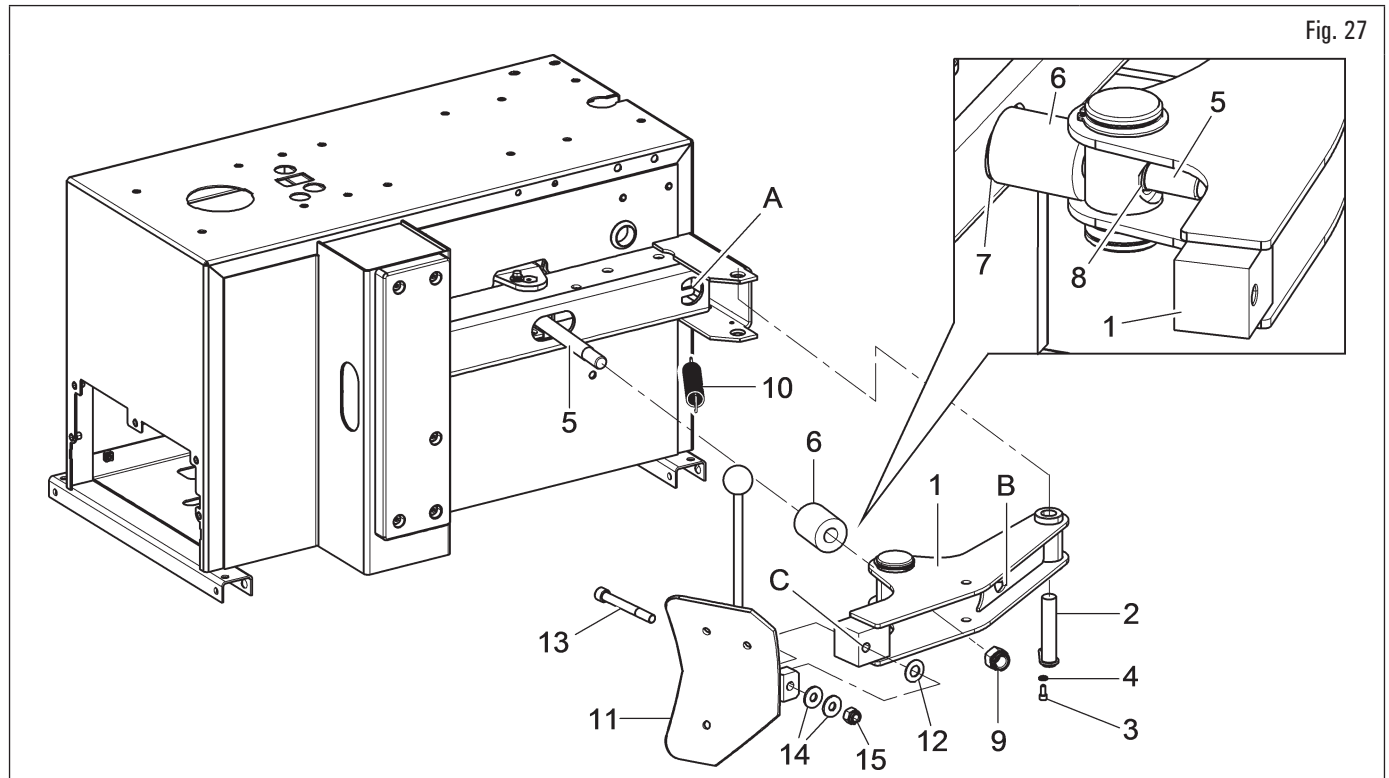

Fig. 27
1. Introduire l'extrémité du bras décolle-pneus (Fig. 27 réf. 1) dans la partie en saillie du châssis; introduire le goujon (Fig. 27 réf. 2). Bloquer le goujon au moyen de la vis (Fig. 27 réf. 3) et de la rondelle (Fig. 27 réf. 4) ;
2. insérer sur la tige (Fig. 27 réf. 5) le tampon (Fig. 27 réf. 6), en l'amenant en butée contre le châssis, au niveau de la fente (Fig. 27 réf. 7). Introduire la tige dans le trou approprié (Fig. 27 réf. 8) présent sur le bras décolle-pneus (Fig. 27 réf. 1) donc visser l'écrou auto-bloquant (Fig. 27 réf. 9) ;
3. monter le ressort (Fig. 27 réf. 10), en accrochant les extrémités dans les points (Fig. 27 réf. A) (sur le châssis) et Fig. 27 réf. B) (sur le bras) ;
4. positionner la palette (Fig. 27 réf. 11) en face de l'extrémité du bras décolle-pneus ; introduire dans le point (Fig. 27 réf. C) le ressort à godet (Fig. 27 réf. 12). Fixer la palette (Fig. 27 réf. 11) au bras décolle-pneus avec la vis (Fig. 27 réf. 13), les rondelles (Fig. 27 réf. 14) et l'écrou (Fig. 27 réf. 15).